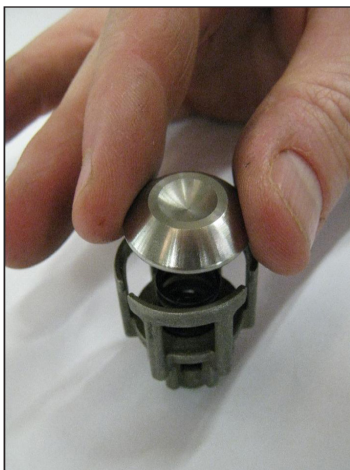
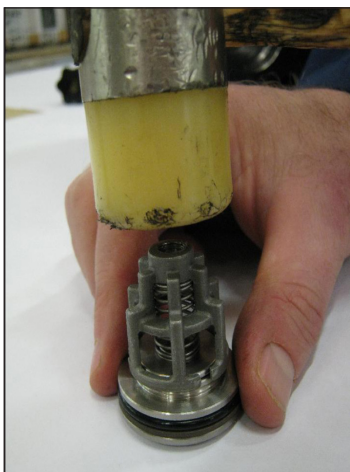

Рис. 33
Рис. 34
- 1 **Во время сборки клапанных узлов всасывания и нагнетания (Рис. 33, Рис. 34). Следите за тем, чтобы не перепутать местами ранее снятые пружины всасывания и пружины нагнетания:**